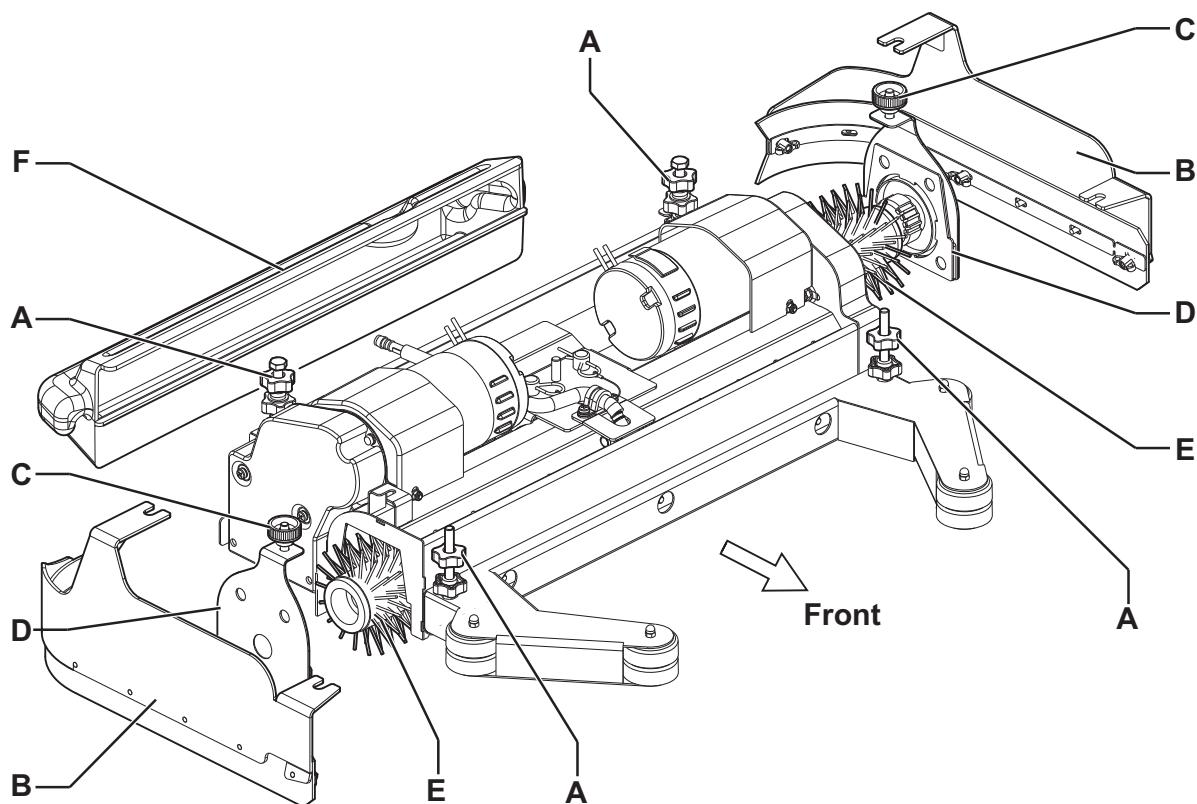

Figure 2
2. Soulever la tête en appuyant sur l'interrupteur (63).
3. Tourner la clé de contact (58) sur "0" et l'enlever.
4. Sur les deux côtés de la machine, desserrer les pommeaux (A, Fig. 2) et enlever les groupes volets latéraux (B).
5. Dévisser les pommeaux (C) et déposer les portillons (D) en poussant les pommeaux vers le bas.
6. Installer les brosse cylindriques (E) ou enlever les brosses pour installer les brosses nouvelles.